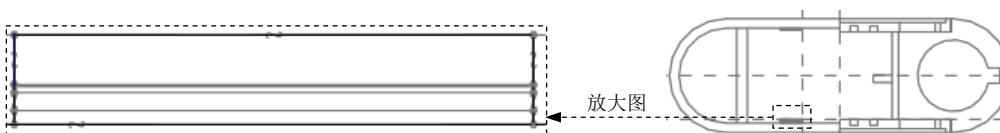

图 19.18 截面草图
(3) 进入草绘环境后，选取 MOLD_RIGHT 基准平面和 MOLD_FRONT 基准平面为草绘参考，利用“使用边”命令绘制图 19.18 所示的截面草图（截面为一矩形）。完成特征截面的绘制后，单击“草绘”操控板中的“确定”按钮 。
(4) 将坯料的遮蔽取消。单击**编辑模具体积块**操控板，在模型树中右击 CLIPER_WP.PRT 选项，然后在快捷菜单中选择 **取消遮蔽** 命令。
(5) 设置深度选项。